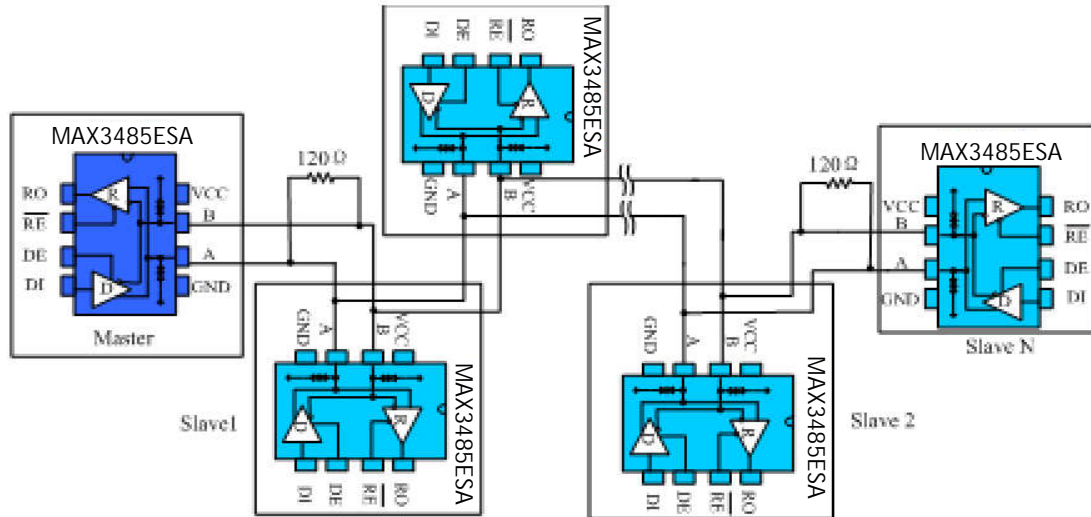

图 10 手拉手式 RS485 半双工通讯网络
**4.2 手拉手式组网：**又称菊花链拓扑结构，是 RS485 总线布线的标准及规范，是 TIA 等组织推荐使用的 RS485 总线拓扑结构。其布线方式就是主控设备与多个从控设备形成手拉手连接方式，如图 10 所示，不留分支才是手拉手的方式。这种布线方式，具有信号反射小，通讯成功率高等优点。